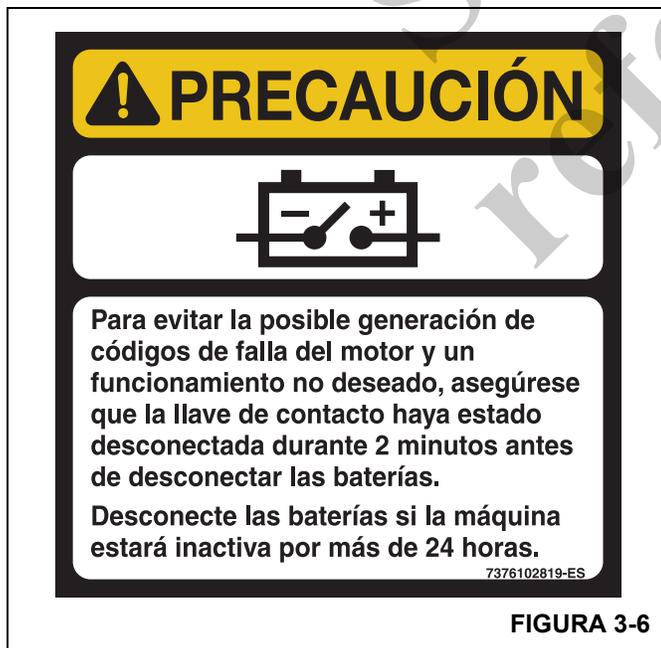

FIGURA 3-6
3. Conecte los conductores a los bornes de las baterías, empezando con los bornes negativos (Figura 3-6).